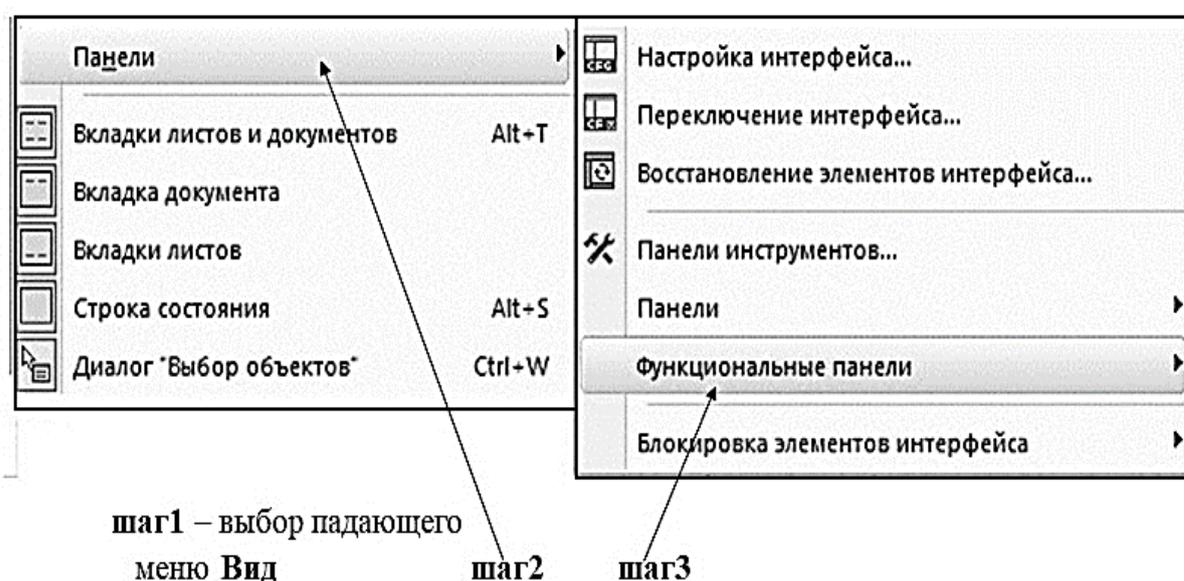

Рис. 2.19. Вызов функциональных панелей из падающего меню Вид
- Из падающего меню **Вид-Панели-Функциональные панели** (рис. 2.19).